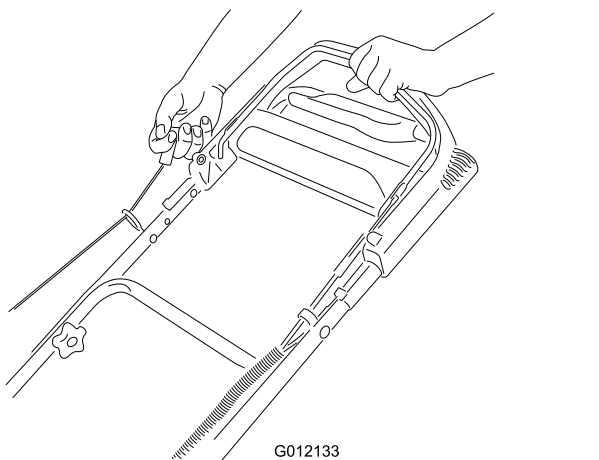

Bild 16
2. Ziehen Sie leicht am Rücklaufstartergriff (Bild 16), bis Sie einen Widerstand spüren. Ziehen Sie ihn dann kräftig durch und lassen ihn langsam in die Seilführung am Holm zurückgehen.